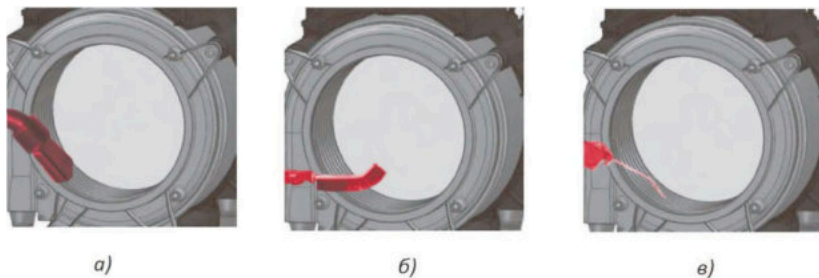

Рис. 18. Чистка камеры сгорания
1. Предварительно соберите мусор пылесосом с применением щелевой насадки (рисунок 18а);
- запрещено применять щетку с металлическими щетинками (рисунок 18б).
3. Соберите пылесосом отложения, осыпавшиеся после работы щеткой (рисунок 18а);
4. Продуйте сжатый воздух промежутки между спиралью теплообменника (рисунок 18в);
5. Удалите образовавшийся мусор пылесосом (рисунок 18а).